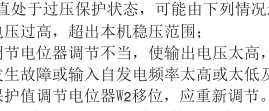

图2 三相稳压器接线盒
4.6 三相稳压器左三个端子A、B、C接输入相线,右边三个端子a、b、c接输出相线,中间端子接零线,最右边端子接地线(如图2所示)。切勿接错,使用过程中零线不得断开,否则易损坏设备!